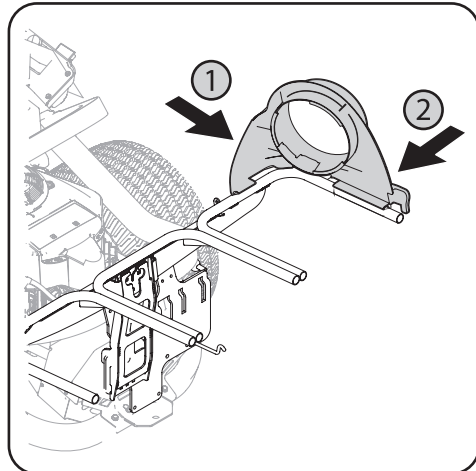

Figura 4-8
1. Coloque el soporte del canal plástico superior en su lugar primero cortando la porción lateral hacia el riel de soporte de la embolsadora (1) como se indica en la Figura 4-8.
2. Coloque a presión el lado delantero del soporte del canal al riel (2), como se muestra en la Figura 4-8.